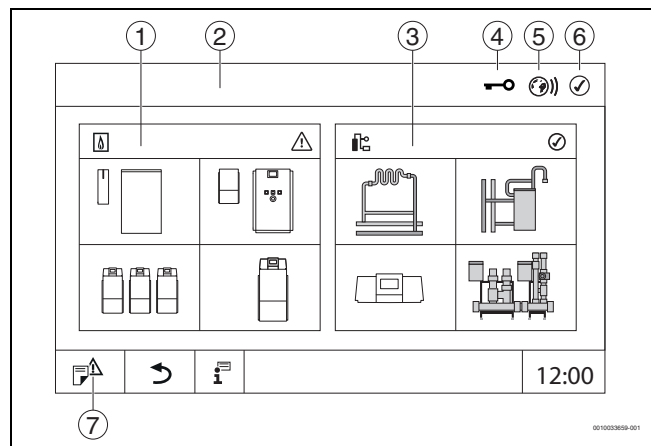

Fig. 10 Prezentare generală a sistemului (exemplu)
- ▶ Apăsați **Instalație** (→ Fig. 10, [3], pagina 12).